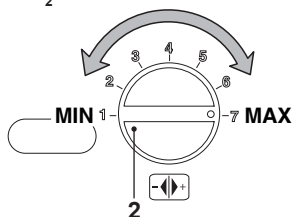

Figura 7.11
- Ruotare la manopola settaggio caldaia 2 al massimo Figura 7.11 e verificare il valore di CO_2 .